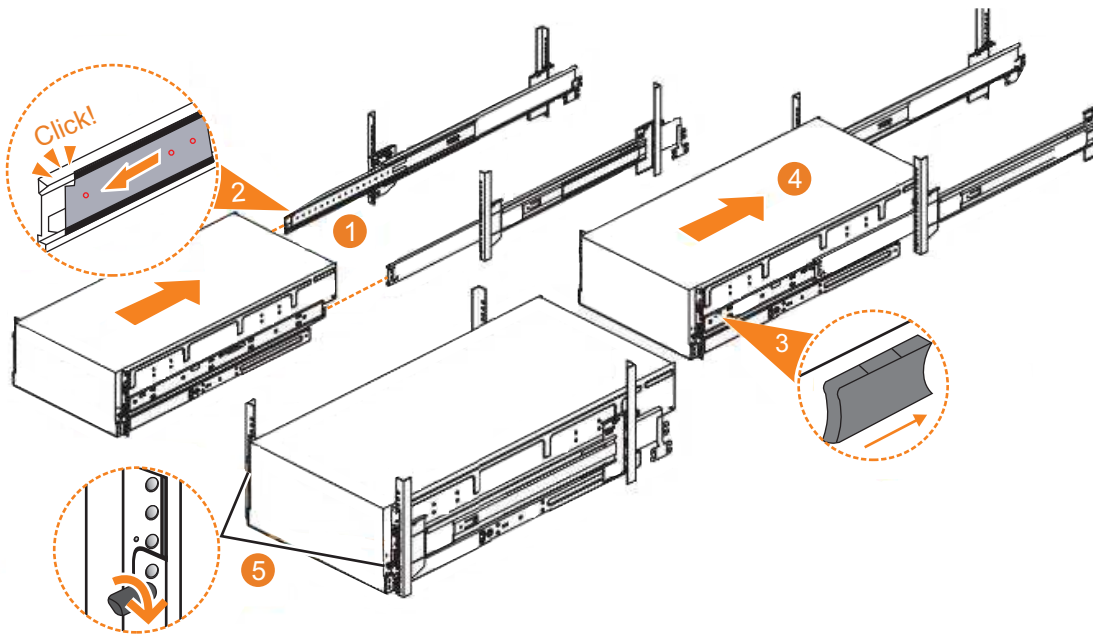

Abbildung 58. 2145-92F-Gehäuse wieder in Rack einbauen
1. Ziehen Sie das linke und rechte Schienenteil ganz aus dem Rack, um die Schienen in der ausgezogenen Position zu sperren ( **1** in Abb. 58).
2. Stellen Sie sicher, dass die Kugelhalterung innerhalb der Vorderseite des linken und rechten Einschubteils einrastet ( **2** in Abb. 58).
- Suchen Sie den linken und rechten blauen Lösehebel in der Nähe der Vorderseite des Gehäuses. Drücken Sie beide Lösehebel vorwärts, um den Einschubmechanismus ( **3** in Abb. 58 auf Seite 72) zu entriegeln.
- Schieben Sie das Gehäuse fest in das Rack ( **4** in Abb. 58 auf Seite 72).
- Ziehen Sie die Rändelschrauben ( **5** in Abb. 58 auf Seite 72) an, um das Gehäuse im Rack zu befestigen.